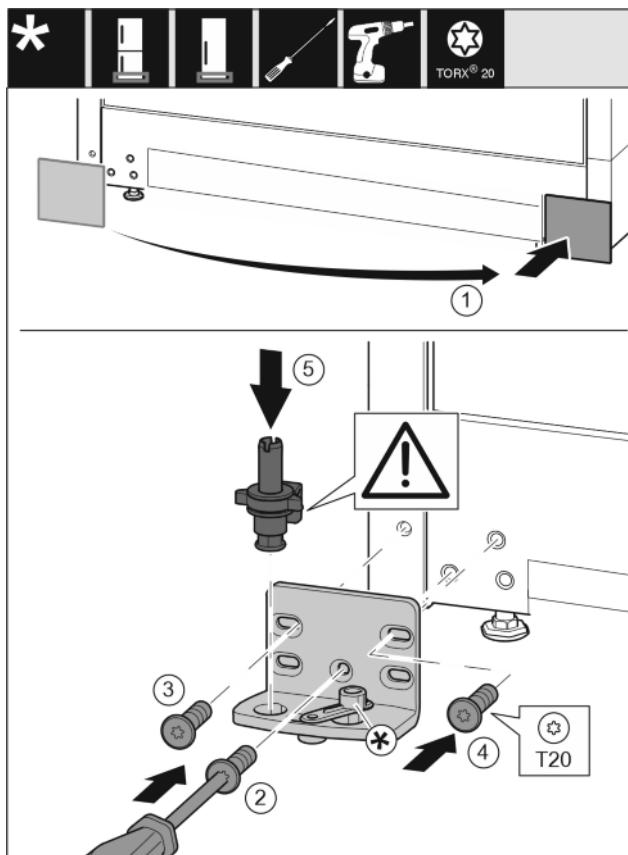

Fig. 15
- Skinite pokrov i postavite ga na drugoj strani. Fig. 15 (1)
- Postavite podložak ležaja na drugoj strani i zavijte pomoću odvijača T20. Započnite s vijkom 2 dolje u sredini. Fig. 15 (2)
- Pritegnite vijak 3 i 4. Fig. 15 (3,4)
- Kompletno umetnute podložak ležaja. Pri tome pazite da je ispuštenje za blokiranje okrenuto prema otraga. Fig. 15 (5)